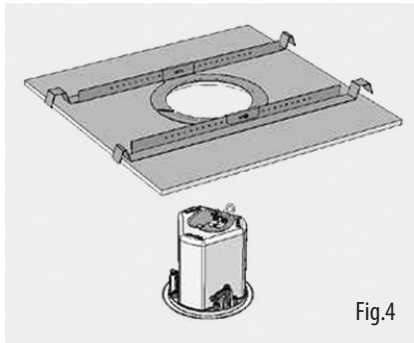

Fig.4
3. スピーカーアセンブリを穴を通してスライドさせ、スピーカーの前面にあるネジを回して取り付けウィングを伸ばします。しっかりとグリップするまでネジを締めます。パワードрайバーを使用する場合、Tannoy は、1.5 Nm のトルク設定を推奨しています。(図 4)
7. グリルをスピーカーに押し付けて挿入します。(図 4)
5. CVS 4 (EN54) には、30 W の変圧器が取り付けられています。分散型ラインシステムで使用する場合、変圧器は 30 W、15 W、および 7.5 W でタップでき、70 V ラインシステムでは 3.75 W のタップが追加されます。(図 4)